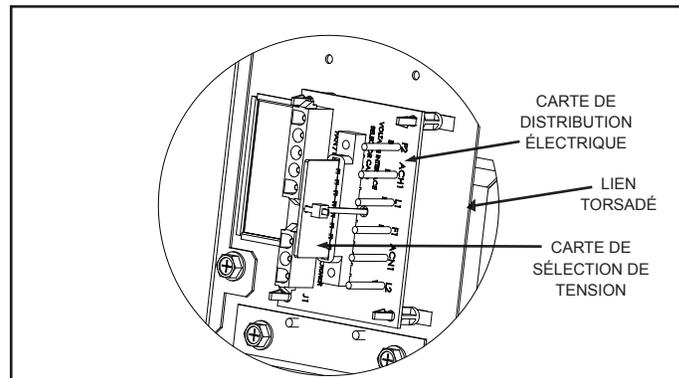

Figure 24. Tableau de distribution électrique avec carte du sélecteur de tension installée pour 240 VCA
2. Coupez l'attache en plastique qui maintient la carte du sélecteur de tension en place et jetez-la. Faites attention à ne pas abraser ni endommager le câblage ni les autres composants. Débranchez la carte du sélecteur de tension de son connecteur. Voir la figure 24.
3. Utilisez un câble 4 conducteurs de calibre 22 (AWG) entre le réchauffeur et la commande RS et faites correspondre les couleurs des fils (figure 24).
4. Les fils provenant du réchauffeur peuvent être « doublés » sur la barrette à bornes rouge avec les quatre (4) fils provenant du régulateur intérieur.
**REMARQUE** Si vous devez installer plus de deux (2) fils électriques sur chaque borne, commandez un ensemble de PCB multiplexées Zodiac®, qui inclut la carte multiplexée (numéro de pièce Zodiac 6584) Ne mettez jamais plus de deux (2) fils dans chacune des fiches de la barrette à bornes.